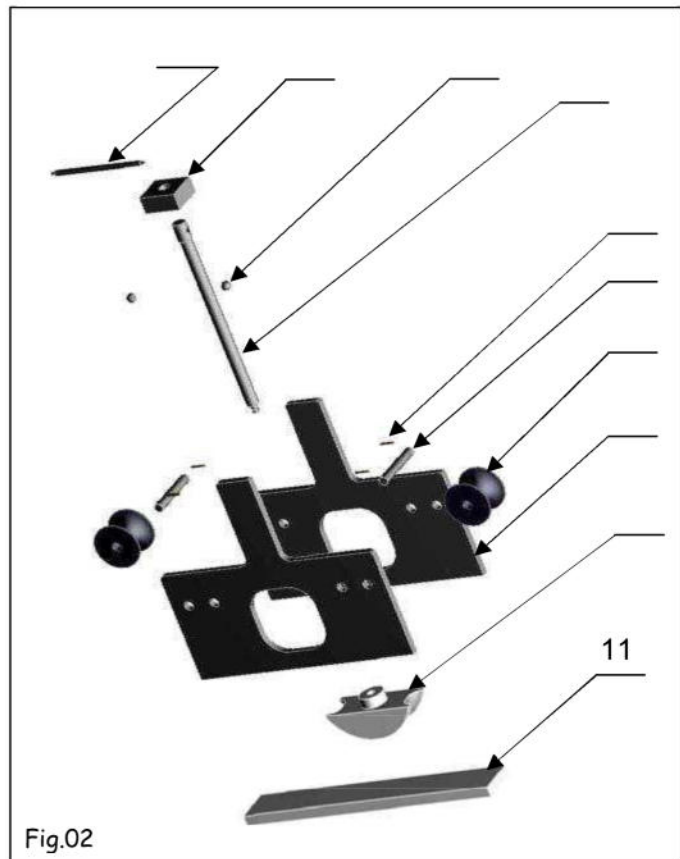

Fig.02
3)- Indiquer les repères des pièces sur l'éclaté (Fig.02)
(Fig.02)